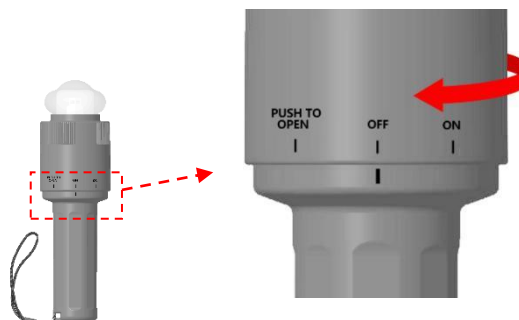

图3-2
3.3.1 在夜间遇险时，仅需如图 3-2 所示，旋转已装配电池的产品灯体使其下壳的刻度线对齐“ON”的位置即可打开产品；产品打开后灯头朝上，尽量用手将产品举高，以确保最大能见度；
6.2.3 按图 3-2 所示操作，测试产品是否能正常工作；